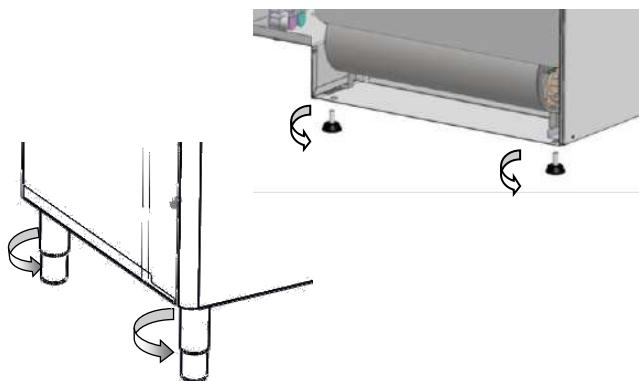

Рис. 6
- Расположите посудомоечную машину и выровняйте оборудование, поворачивая ножки (**Рис. 6**).